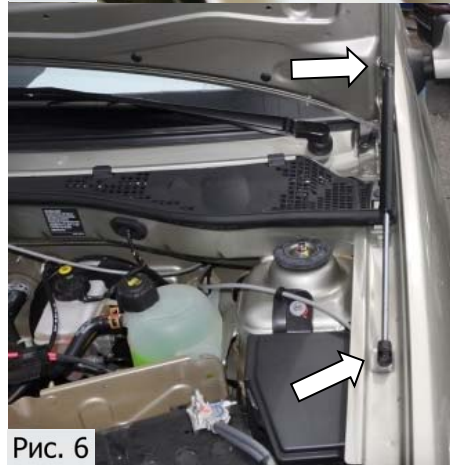

Рис. 6
8. Убрать штатный упор. Защелкнуть фитинги амортизаторов на шарниры. Амортизаторы устанавливаются штоком к крылу (Рис.6).